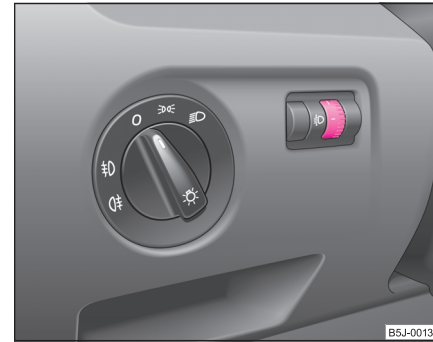

Abb. 35 Schalttafel: Leuchtweitenregulierung
- Drehen Sie den Drehregler ⇒ Abb. 35, bis das Abblendlicht so eingestellt ist, dass andere Verkehrsteilnehmer nicht geblendet werden.